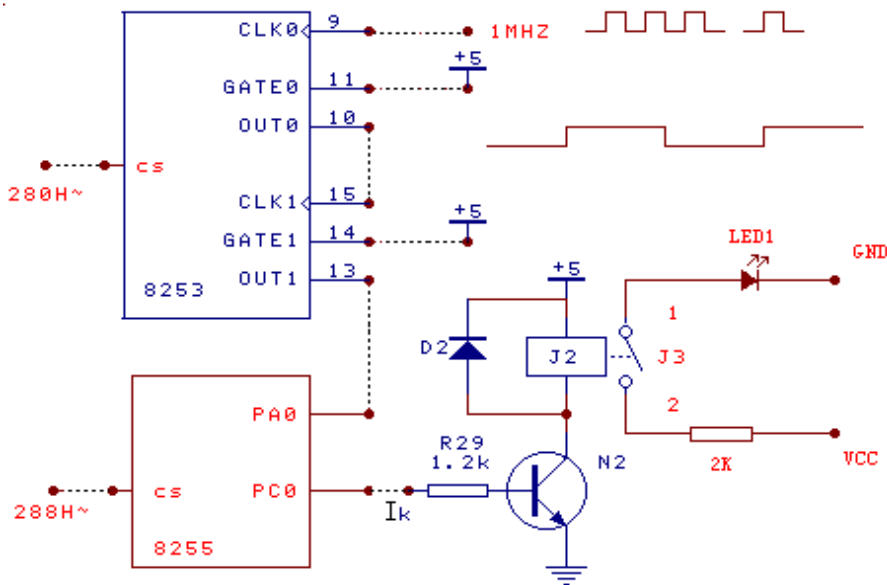

图4-9-1
1、实验电路如图4-9-1，按虚线连接电路：CLK0接1MHz，GATE0，GATE1，接+5V，OUT0接CLK1，OUT1接PA0，PC0接继电器驱动电路的开关输入端Ik。继电器常开触点串联一个发光二极管，编程使用8253定时，让继电器周而复始的闭合5秒钟(指示灯灯亮)，断开5秒钟(指示灯灯灭)。